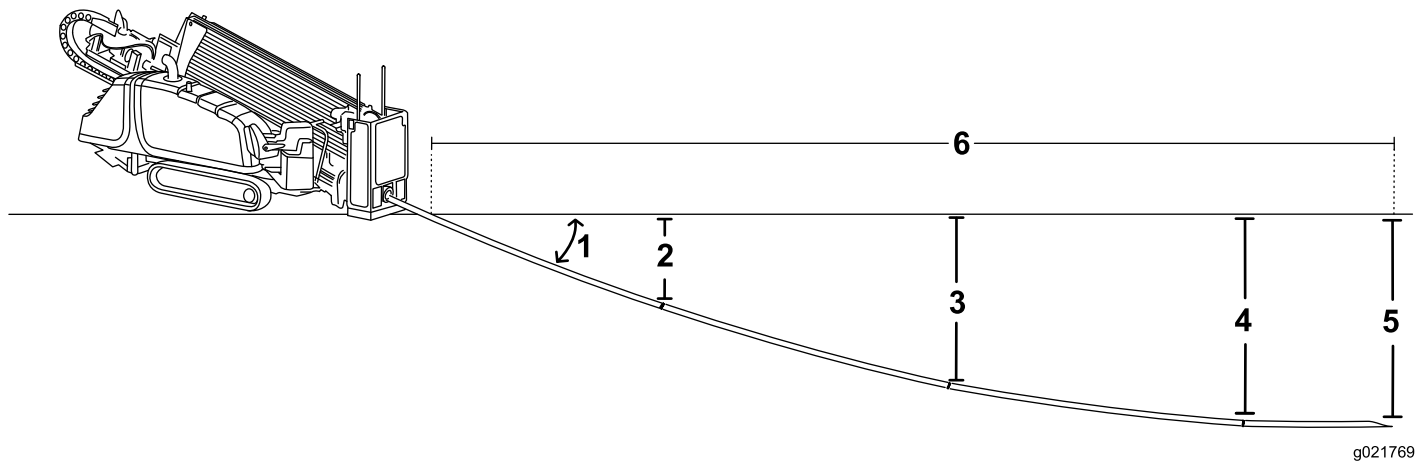

Рисунок 53
- Вы вставляете первые 3 м (10 футов) буровой трубы с долотом в землю без изгиба. Конец бурового долота будет на глубине 53 см (Рисунок 53).